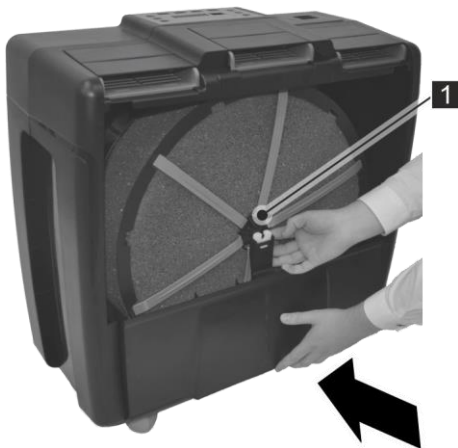

Abb. 18: Filtertrommel fixieren
3. → Wasserbehälter festdrücken und dabei die Nabe der Wasser-trommel mit der Aufnahme des Tanks (Abb. 18/1) fixieren.